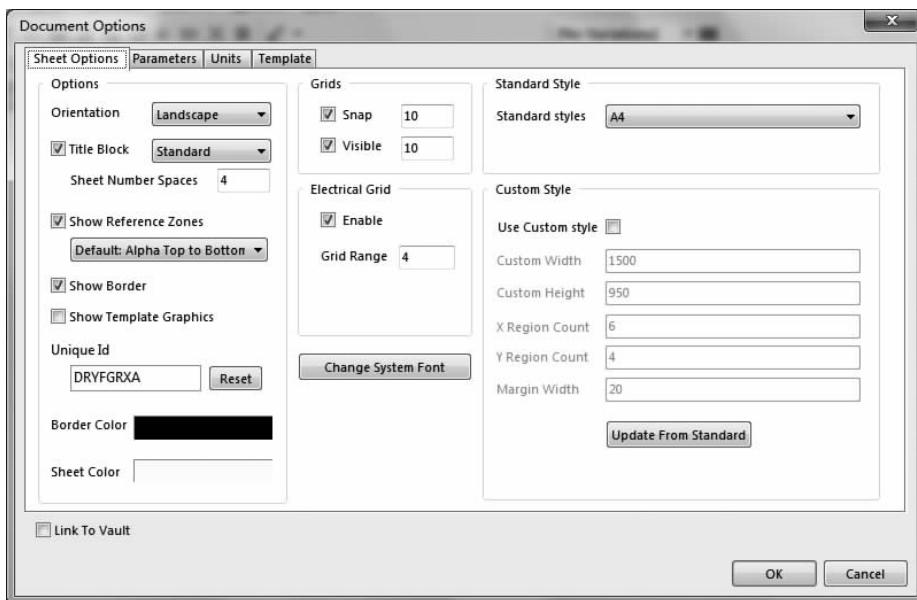

图 2-13 “Document Options”对话框
在原理图编辑环境下,执行“Design”→“Document Options”菜单命令,打开如图 2-13 所示的“Document Options”(文档选项)对话框,可以在这个对话框中进行图纸参数的设置。
**注意:**在原理图编辑环境下,双击图纸的边框或右击,在弹出的快捷菜单中执行“Options”→“Document Options”命令,也可以打开如图 2-13 所示的“Document Options”对话框。